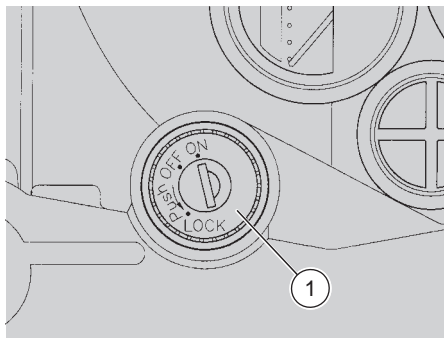

Fig. 18
- ◆ Portare su "ON" l'interruttore di accensione (1 Fig. 18).